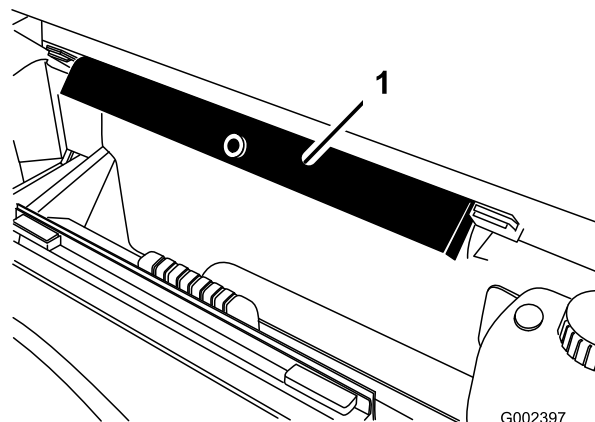

Figura 99
8. Scoateți suportul pentru platformă din suporturile de depozitare aflate în spatele panoului ROPS (Figura 99).